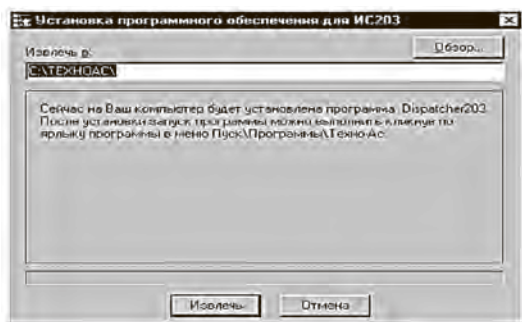

рис.4
3.2 В левой панели окна выбрать программу Dispatcher203. Для установки программы нужно нажать кнопку «Загрузить» или 2 раза щелкнуть левой кнопкой мыши по строке с названием программы. После запуска программы установка появится окно, показанное на рис. 4.